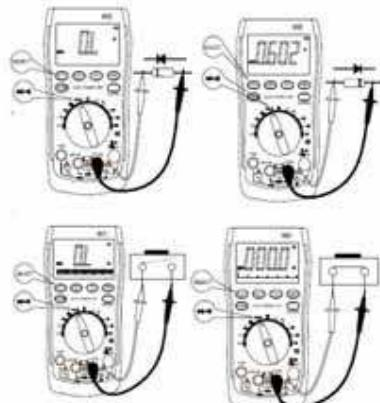

図 13-1
- 1: レンジ切り替えスイッチを に切り替えてください(図 13-1)。